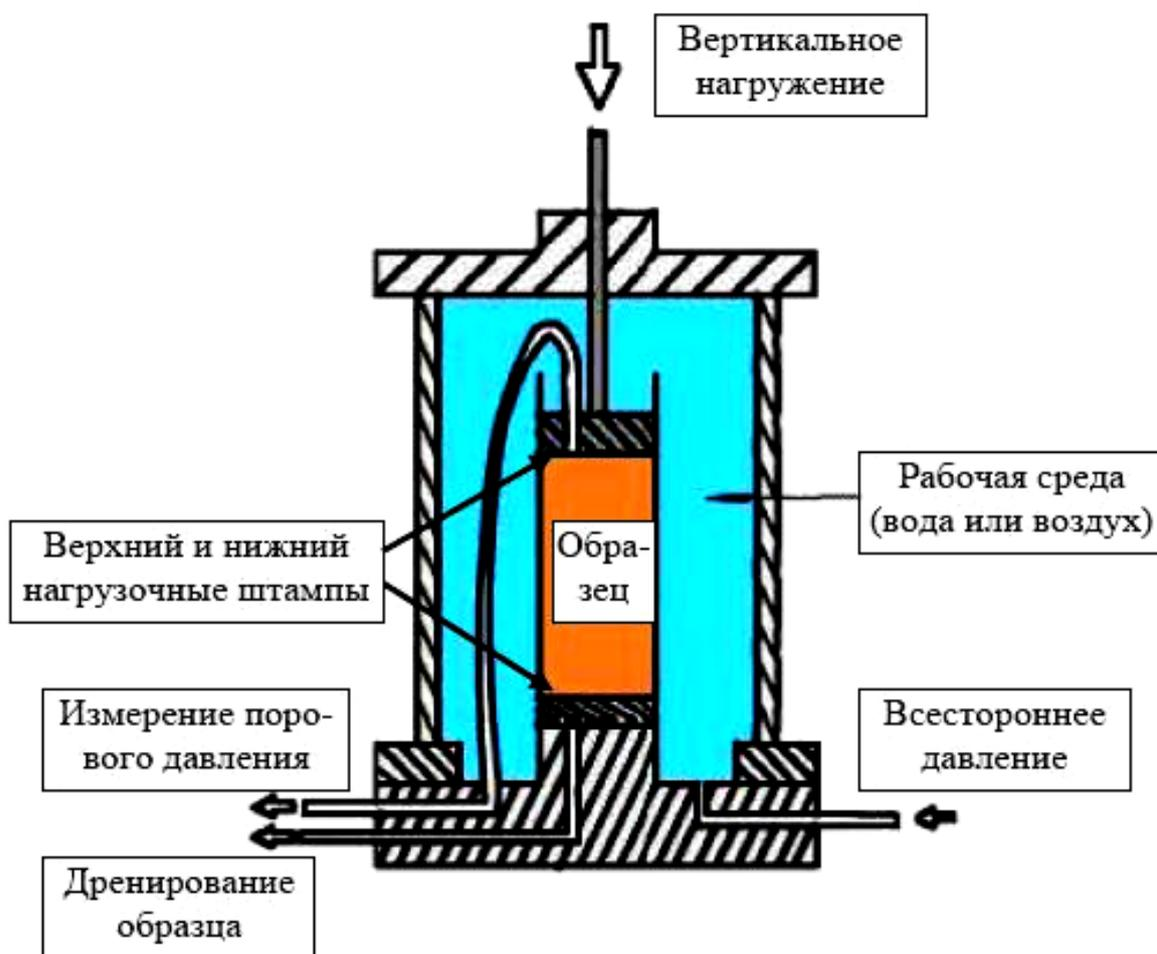

Рис. 1. Схема стабилометра.
Испытания цилиндрических образцов грунта проводится в условиях осесимметричной деформации, в рабочей камере, схема которой показана на рис. 1. Образец грунта имеет отношение высоты (H) к диаметру (D), как правило, не менее 2. Обычно диаметр образцов принимается равным 38 или 50 мм, значительно реже, диаметром 100 мм.